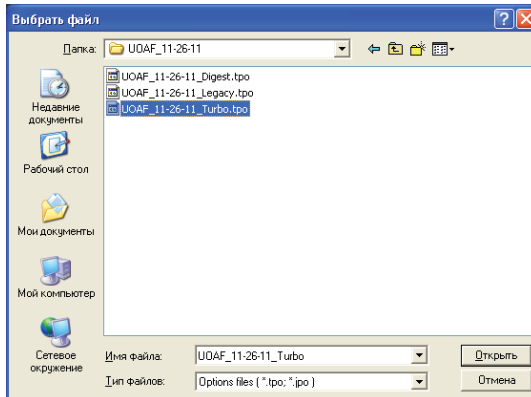

Рис. 5-17. Загрузка OAF
3. Выберите каталог, где находится новый файл авторизации опций OAF. Эти файлы имеют расширения .pro или .tpo и уникальны для каждого приемника (Рис. 5-17).
4. Выберите соответствующий файл и нажмите кнопку *Загрузка файла в приемник* (Рис. 5-17). Новые опции загрузятся в приемник и таблица в окне *Опции приемника* обновится.
3. Выберите каталог, где находится новый файл авторизации опций OAF. Эти файлы имеют расширения .jro или .tpro и уникальны для каждого приемника (Рис. 5-17).
4. Выберите соответствующий файл и нажмите **Открыть** (Рис. 5-17). Новые опции загрузятся в приемник и таблица **Менеджер опций** обновится.